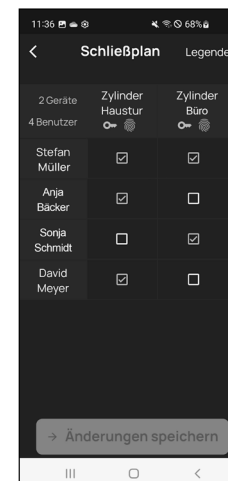

Abb. 3
**Zur Info:** Diese Tabelle wird als solche interessant, wenn Sie mehrere Zylinder und Benutzer haben. Dann können Sie in einem Schritt und übersichtlich festlegen, wer auf welchen Zylinder zugreifen darf. In Abb. 3 sehen Sie ein Beispiel, wie eine ausgefüllte Tabelle mit entsprechend Zylindern und Benutzern aussehen kann.